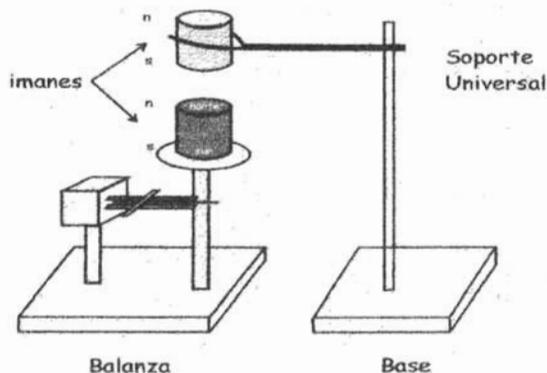

Figura 2.29
- m) Arme el dispositivo que se muestra en la figura 2.29 y fije una distancia de 12 [cm]. entre las caras de ambos imanes.